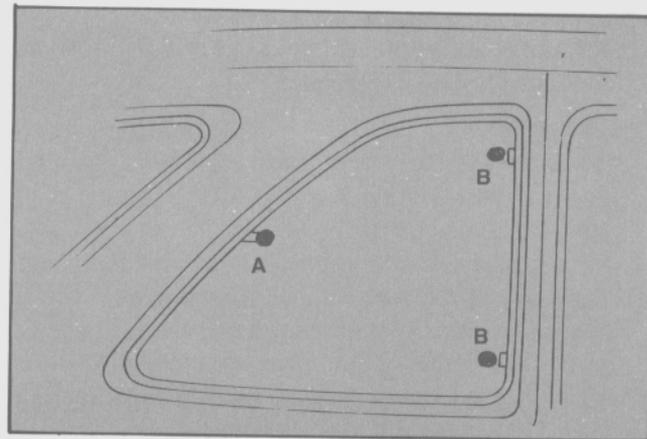
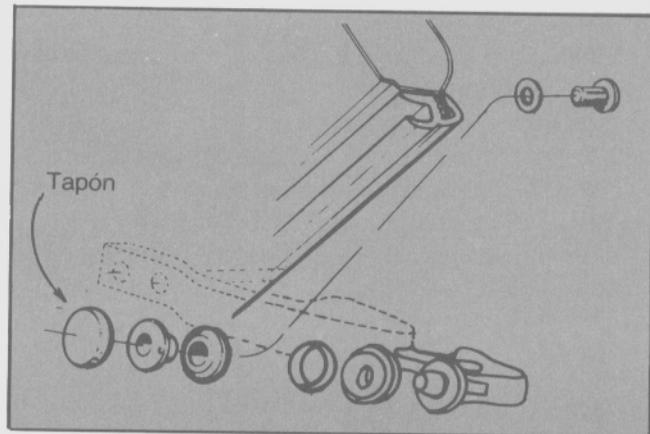

Fig. 47 - Tapones de acceso.
Fig. 48 - Tuerca de retención "A".
- Retirar los tres tapones (A y B) de acceso a las tuercas de retención, con un destornillador plano. Realizar la operación con sumo cuidado para evitar rayar el cristal. (Fig. 47).
Utilizando la herramienta especial T84G-C302A02-BAS retirar las tres tuercas de retención. En el caso de las tuercas "B" de la fig. 47, retirar los tapones desde el interior del vehículo y sostener con un destornillador apropiado el tornillo de fijación para evitar su giro. (Fig. 48 y 49).